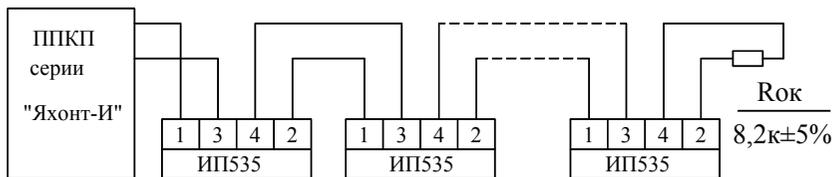

Рис.8.1 Схема подключения извещателей ИП535 к приборам серии «Яхонт И»
8.3.2 Схема подключения извещателя в шлейф сигнализации приборов серии «Яхонт-И» приведена на рис. 8.1. При установке извещателя в шлейф сигнализации ППКП стороннего производства, следует руководствоваться инструкцией по монтажу применяемого прибора.